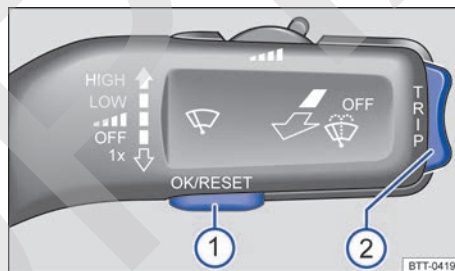

Fig. 45 En el lado derecho de la columna de dirección: teclas de la palanca del limpiacristales (vehículos sin volante multifunción).
Mientras haya una advertencia con prioridad 1 → pág. 49, no se podrá acceder a ningún menú. Algunas advertencias se pueden confirmar y ocultar con la tecla → fig. 45 ① de la palanca del limpiacristales.
- Si se muestra un mensaje o el pictograma de un vehículo, pulse la tecla → fig. 45 ①.
- Para visualizar el menú principal → pág. 52 o para volver al menú principal desde otro, mantenga pulsada la tecla basculante → fig. 45 ②. ▶
- Pulse la tecla basculante → fig. 45 ② hasta marcar la opción de menú deseada.
- Para abrir la opción de menú, pulse la tecla → fig. 45 ①.
- Realice las modificaciones deseadas con la tecla basculante de la palanca del limpiacristales → fig. 45 ②. Dado el caso, mantenga pulsada la tecla para aumentar o reducir los valores más rápidamente.
- Marque y confirme la selección pulsando la tecla **OK/RESET** → fig. 45 ①.
- **O BIEN:** mantenga pulsada la tecla basculante → fig. 45 ②.